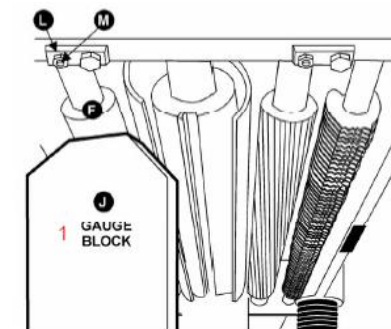

Рис. 27
4. Переместить калибр (**Рис. 27, J**) под один конец отводящего ролика (**Рис. 27, F**). Низ отводящего ролика должен касаться верха калибра. При необходимости в регулировке отводящего ролика ослабить гайку (**Рис. 27, L**) и поворачивать винт (**Рис. 27, M**) до тех пор, пока отводящий ролик не коснется калибра. Затем затянуть гайку (**Рис. 27, L**).